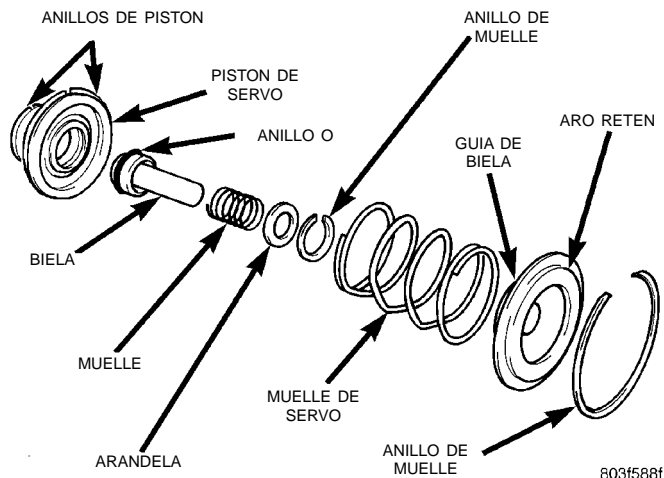

Fig. 148 Servo delantero
(1) Retire el aro retén de la guía de biela (Fig. 148).
(2) Retire el anillo de muelle pequeño de la biela del servo. Luego retire la biela, el muelle y la arandela del émbolo.
(3) Retire y deseche el anillo "O" y los aros retén de los componentes del servo.
(2) Instale la biela en el émbolo. Instale el muelle y la arandela en la biela. Comprima el muelle e instale el anillo de muelle (Fig. 148).
(3) Deje a un lado los componentes del servo para su instalación durante el reensamblaje de la transmisión.